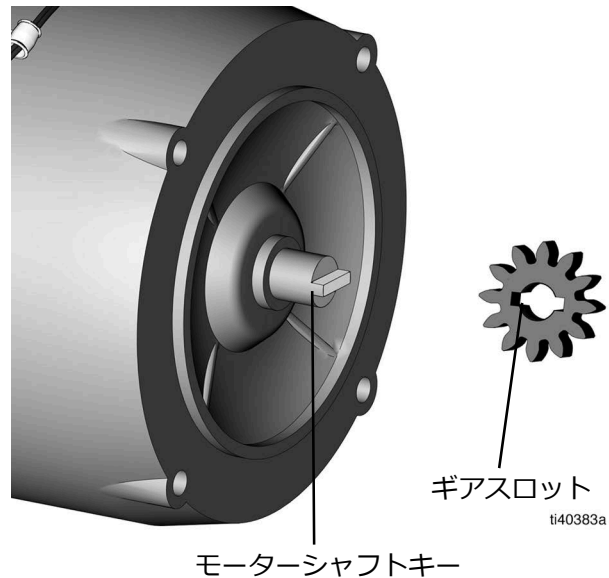
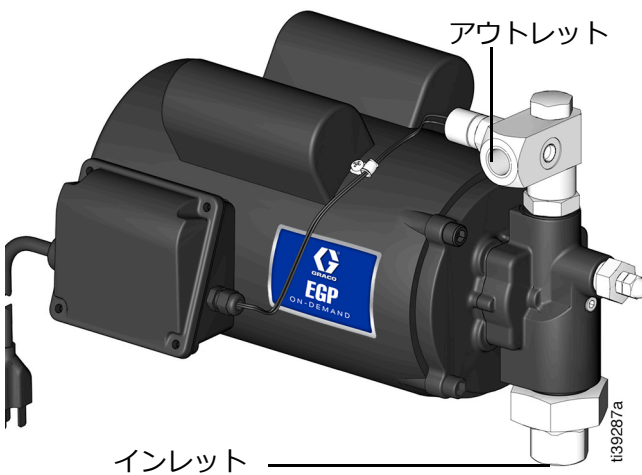

図 31
図 33
5. ポンプ ハウジング アセンブリをモーターに取り付けます。モーターシャフトキーは、内側のカバーのギアのスロットと一致している必要があります。ポンプアウトレットを上向きにし、端子箱はポンプアウトレットとポンプインレットの中央に配置します (図 31、図 33)。